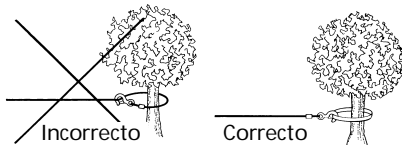

Figura 3
- NUNCA ENGANCHE EL CABLE DE ALAMBRE SOBRE SÍ MISMO. Use una eslinga de nilón (N° de Pieza Superwinch 1509 ó 2531). Enganchar el cable sobre sí mismo puede dañarlo (Figura 3).